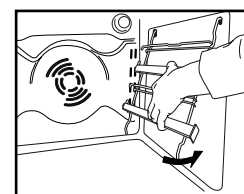

Fig. 4
4. Установите боковые решетки-держатели в камеру духовки (Рис. 4).